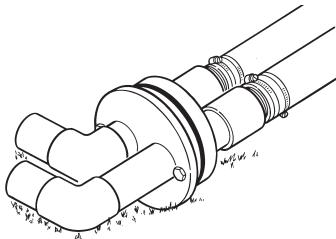

Figure 10
5. Poser les coudes en acier en haut des mamelons-adaptateurs (voir la Figure 10). Pour qu'ils ne fuient pas, envelopper tous les raccords filetés de ruban en téflon!